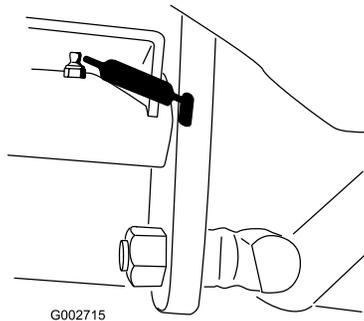

Figure 21
- Pivot de pédale de déplacement (1) (Figure 21)